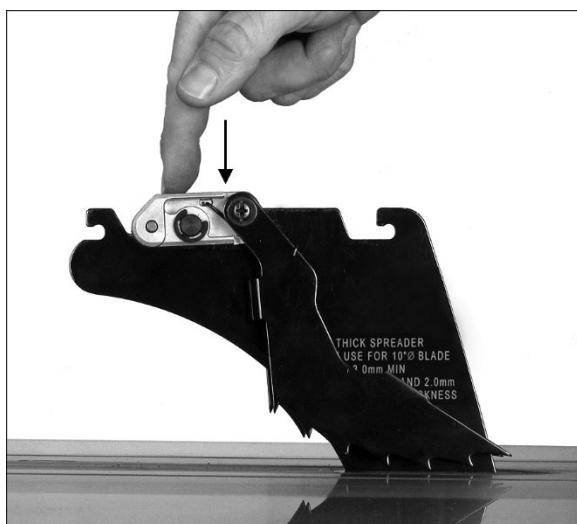

Figura 6-12
- Gire la cabeza y empújela hacia abajo (Figura 6-12) hasta que escuche un clic audible. *Asegúrese de escuchar el clic para verificar que el ensamblaje de fiadores sea seguro.*
- Empuje hacia arriba las hojas de protección (E, Figura 6-12) hasta que atrapen y sujeten la clavija (F).
- Apriete la perilla (G).
- Tire hacia abajo de las hojas de protección (E) y permita que caigan sobre la mesa.